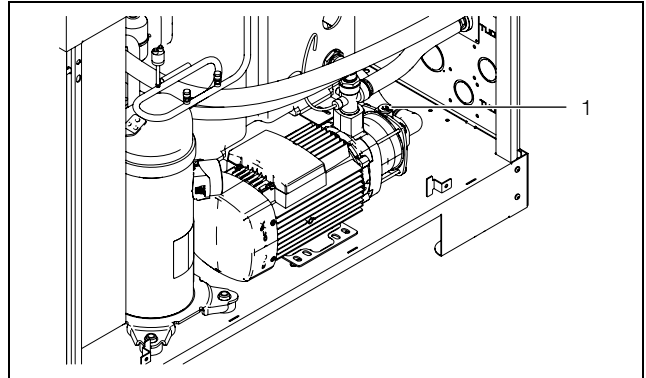

Fig. 22: Spurgare la pompa del mezzo frigorifero
- Spurgare la pompa del fluido frigorifero (quando non è in funzione) allentando la vite di sfiato (fig. 22, pos. 1).